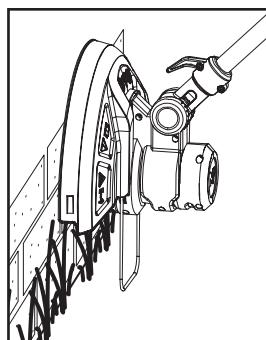

Fig. 18
- Certifique-se de que o protetor da faca (11d) é removido e de que o protetor de plantas (13) é puxado para fora antes da operação.
- Ajuste o ângulo da pega principal (1) a 90° ou 180° para bordadura (Fig. 18).